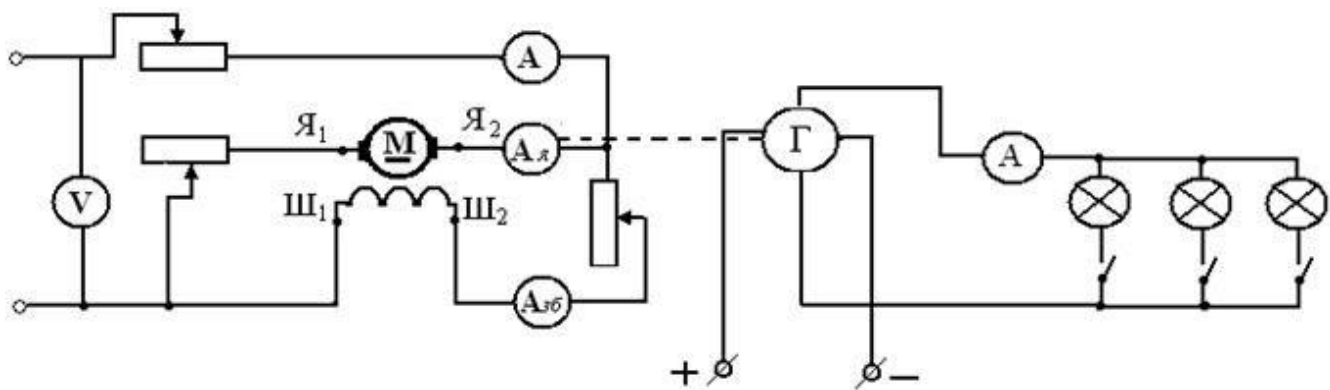

Рис. 2. Схема для дослідження двигуна з паралельним збудженням.
4. Для дослідження характеристик двигуна з паралельним збудженням на холостому ході, скласти електричне коло за схемою, зображеною на рис. 2. Змінюючи струм збудження $I_{зб}$, виміряти швидкість обертання якоря n для 5
5. Для дослідження робочих характеристик навантаженого двигуна з паралельним збудженням (рис. 2), виконати дії пункту 3. Покази приладів занести до таблиці 4.